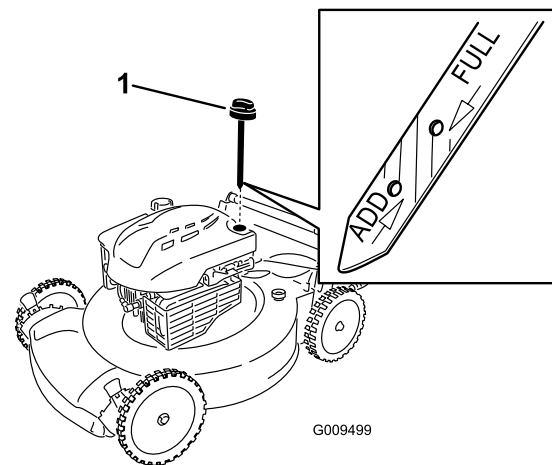

Figura 26
2. Retire la varilla (Figura 26).
4. Vierta **lentamente** aceite en el tubo de llenado hasta que el nivel llegue a la marca "**Full**" (lleno) de la varilla (Figura 26). **No llene demasiado.** (Capacidad máxima: 0,59 l (20 onzas), tipo: SAE 30, aceite detergente con clasificación de servicio API SF, SG, SH, SJ, SL o superior.)